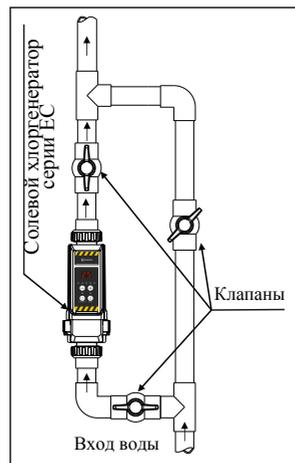

Рисунок 1
4. Хлоратор должен быть установлен на обратной линии вашего бассейна и в обход очистительной системы. Регулирующий клапан должен быть установлен на основной трубе (см. Рис. 1 или 2).